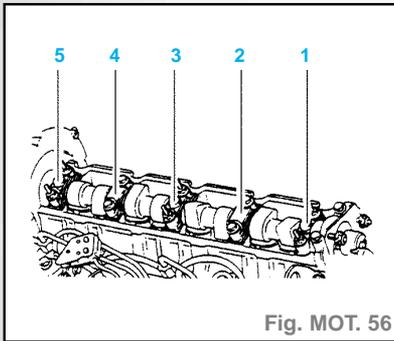

Fig. MOT. 56
- Repérer les chapeaux de paliers d'arbre à cames (fig. MOT. 56).